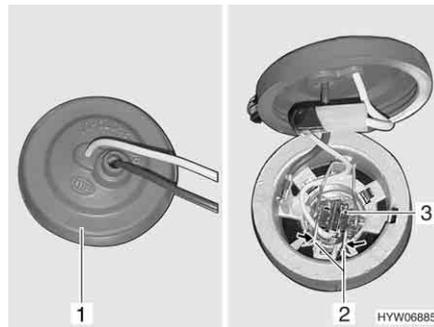

Bild 267 Nebelscheinwerfer
- Hinter den Nebelscheinwerfer greifen und Gummikappe (Bild 267,1) vom Lampengehäuse ziehen.
- Metallbügel (Bild 267,2) zusammendrücken und aus der Halterung schwenken.
- Glühlampe (Bild 267,3) mit Kabel aus dem Lampengehäuse entnehmen.